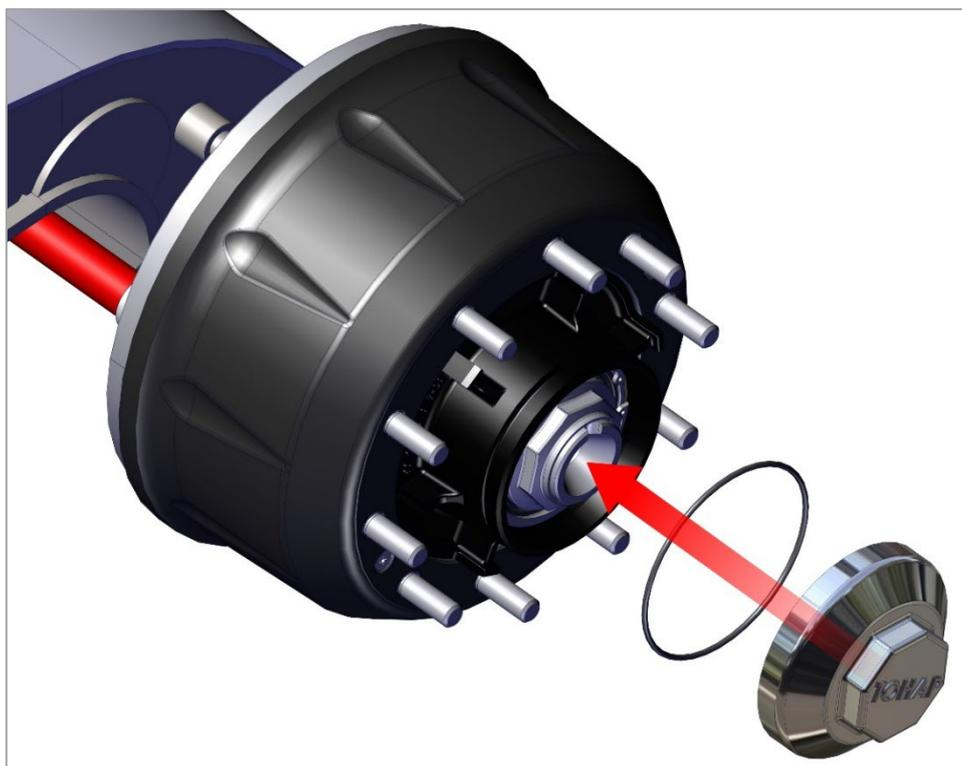

Рис. 13.2. Монтаж крышки ступицы колеса с резиновым уплотнительным кольцом.
3) Установите крышку ступицы колеса с резиновым уплотнительным кольцом (рис. 13.2).